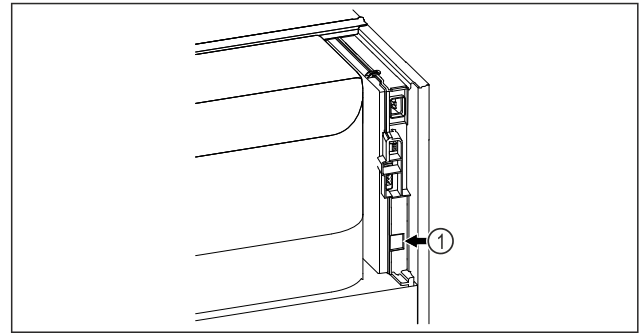

Fig. 77
Το SmartModule Fig. 77 (1) είναι τοποθετημένο.